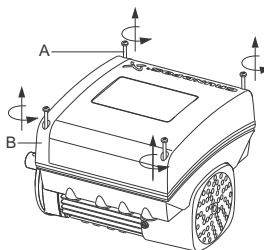

Рис. 59 Снятие крышки клеммной коробки
1. Открутите четыре винта (рис. 59, А) и снимите крышку клеммной коробки (рис. 59, В).
11. Установите крышку клеммной коробки (рис. 59, В) и затяните по диагонали четыре монтажных винта (рис. 59, А) с моментом затяжки 6 Нм.